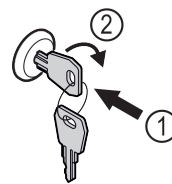

Fig. 177
- ▶ 按入钥匙 Fig. 177 (1)。
- ▶ 将钥匙顺时针转动 90° Fig. 177 (2)。